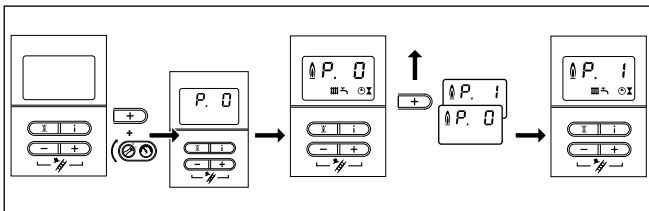

Abb. 6.6 Maximalen kW-Wert einstellen (P.1)
- Drücken Sie die Taste „+“ des Displays und schalten Sie bei gedrückt gehaltener Taste „+“ den Hauptschalter auf „I“ (siehe Abb. 6.6 Maximalen kW-Wert einstellen).
- Drücken Sie die Taste „i“, um das Prüfprogramm zu starten. Das Gerät geht jetzt auf Volllast. Die Anzeige wechselt zwischen „P.1“ und dem aktuellen Anlagenfülldruck bzw. der aktuellen Vorlauftemperatur (siehe Abb. 6.6 Maximalen kW-Wert einstellen).